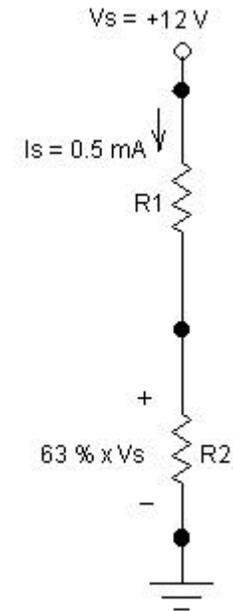

Figura 4.2.2.1
- 4.2.2 Para el circuito de la Figura 4.2.2.1 calcule el valor que deberán tener las resistencias R1? y R2? del divisor de voltaje bajo las condiciones que se indican en la Figura.